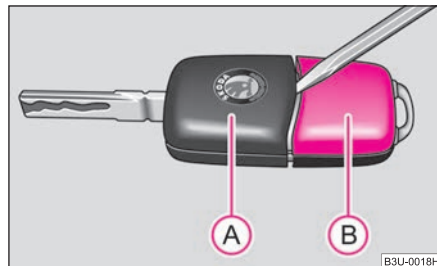

Fig. 19 Apertura della chiave con telecomando
Ogni chiave principale è provvista di una batteria alloggiata nel coperchio del trasmettitore (B) ⇒ fig. 19. Si raccomanda di far sostituire le batterie delle chiavi presso un'officina Škoda. Qualora si desideri comunque sostituire in prima persona la batteria scarica, procedere come segue:
- Sollevare con cautela la chiave (A) ⇒ fig. 19 con un cacciavite dal trasmettitore (B).